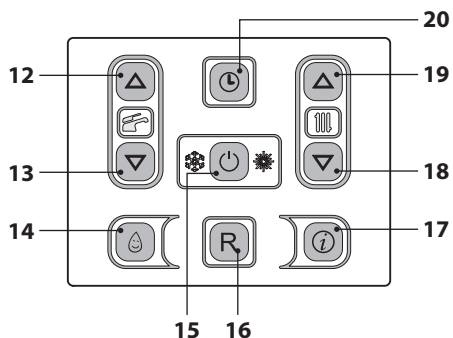
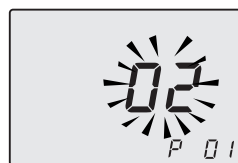

Figura 5.51
Figura 5.52
- Entrare in "modalità programmazione" premendo contemporaneamente per 10 secondi i tasti 15 - 18 - 19 (Figura 5.51) fino a far apparire sul display LCD le lettere **P01** e il valore del parametro, indicanti l'entrata nel "parametro 01" (Figura 5.52).
- Premendo il tasto 15 (Figura 5.51) si ottiene la conferma del valore inserito.